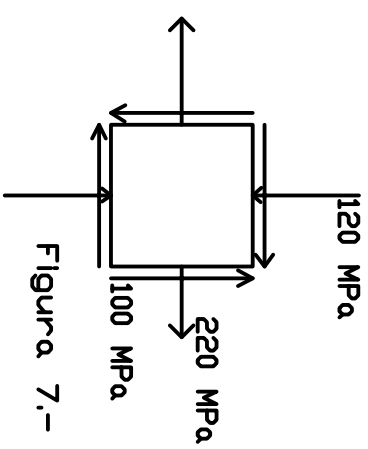

Figura 7.-
12.- Un hierro fundido muestra una resistencia máxima a la tensión de 280 MPa y una resistencia máxima a la compresión de 420 MPa. Al someterse a torsión pura puede resistir un esfuerzo cortante máximo de 168 MPa . Trace los círculos de Mohr para cada caso y establezca la envolvente de falla. Si una parte hecha de ese material está sometida al estado de esfuerzos mostrado en la figura 7 determine si fallará de acuerdo al criterio de Mohr modificado